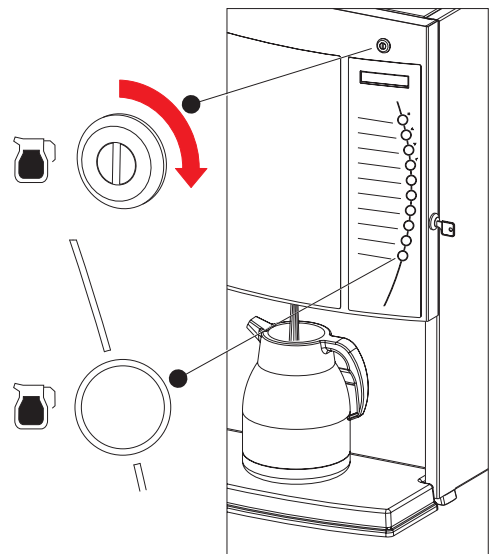

Fig. 30
1. Placer en tom kande under udslippet (fig. 30).
Hvis maskinen er udstyret med en optional kandelås, er det kun personer, som har nøglen, der har mulighed for at fylde kander (fig. 30).